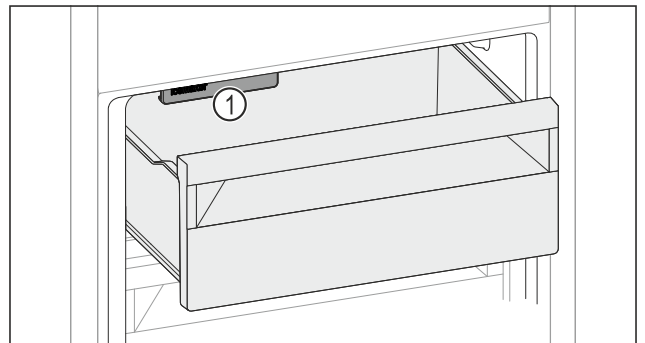

Fig. 155
- ▶ Слідкувати за функцією IceMaker Fig. 155 (1).